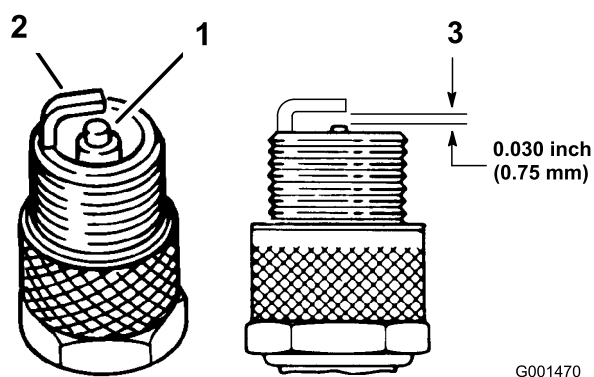

Figure 32
3. Contrôlez l'écartement entre l'électrode centrale et l'électrode latérale (Figure 32). Courbez l'électrode latérale (Figure 32) si l'écartement est incorrect.
3. Connectez les bougies (Figure 32).
1. Examinez le centre des bougies (Figure 32). Si le bec de l'isolateur est recouvert d'un léger dépôt gris ou brun, le moteur fonctionne correctement. S'il est couvert d'un dépôt noir, c'est généralement signe que le filtre à air est encrassé.